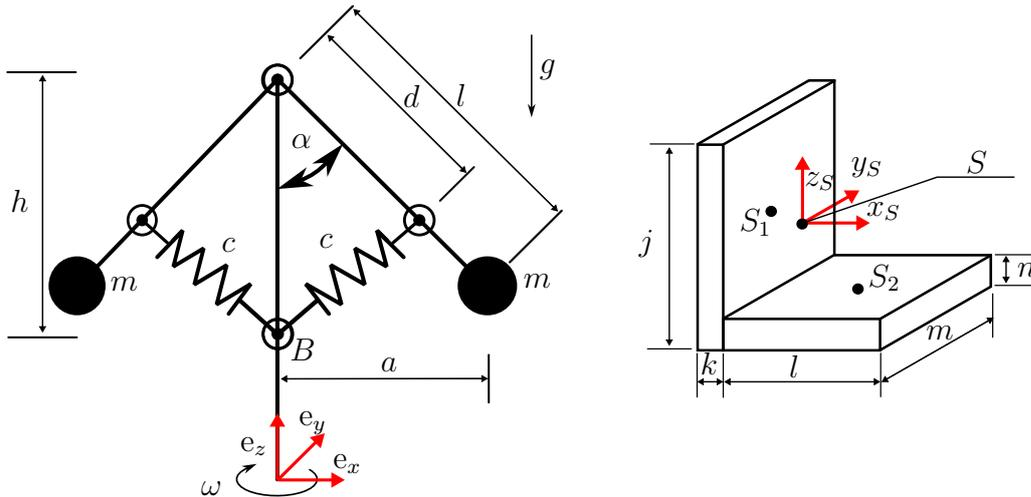

Abbildung 4: Karussell mit Federn (links). Geometrie Masse in L-Konfiguration (rechts)
3. Dargestellt in Abbildung 4 ist ein zweiarmiges Karussell, welches aus zwei Punktmassen der Masse m und masselosen Stäben besteht. Um zu verhindern, dass die Massen sich zu weit von der Drehachse entfernen, sind Federn mit der Steifigkeit c und der entspannten Länge s_0 zwischen den Stäben angebracht. Das Karussell rotiert mit einer Winkelgeschwindigkeit ω um die Achse e_z , wodurch eine Zentrifugalkraft $f_c = m\omega^2 a$ auf die Massen wirkt. Dabei ist a der Abstand der Massen von der Drehachse. Aus Sicherheitsgründen darf eine maximale Auslenkung a_{\max} nicht überschritten werden.